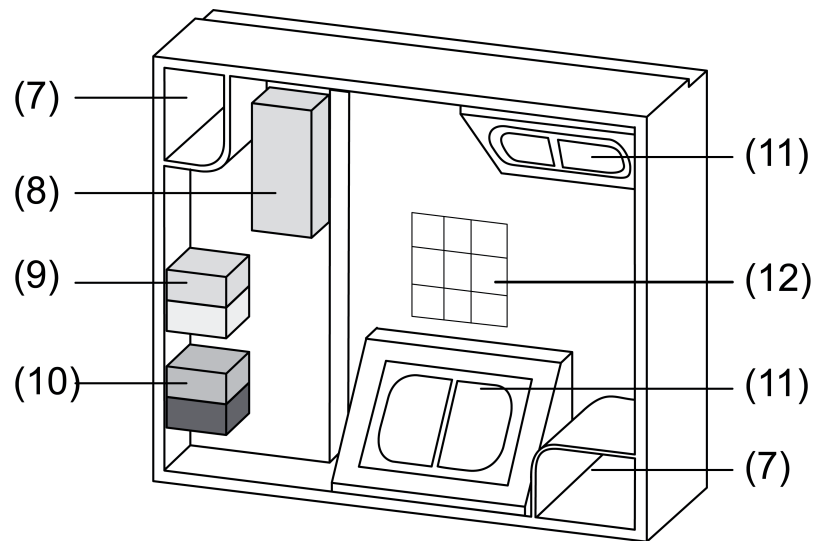

Bild 5: Klemmenkasten geöffnet
- Beiliegenden Programmiermagnet an den integrierten Reedkontakt (13) halten. Die Programmier-LED (14) zeigt den Programmierzustand rot an.
- Physikalische Adresse auf Aufklebern im Klemmenkasten (12) und im Deckel des Klemmenkastens notieren (Bild 5). Das Gerät ist betriebsbereit.